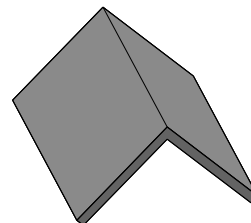

**fig. 7.22**
■ La **tuile de ventilation** (fig. 7.22) : comme la tuile chatière, elle assure l'entrée de l'air sous la couverture par des ouvertures ménagées à son extrémité.